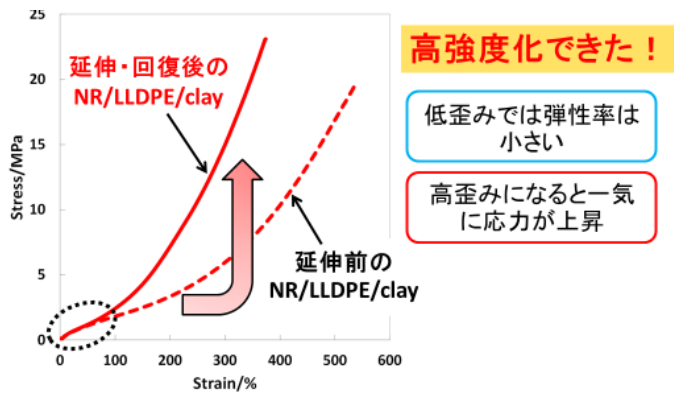

図 3 NR/LLDPE/clay コンポジットの
天然ゴム (NR) /ポリエチレン(LLDPE)ブレンドの NR 相を架橋するとともに NR 相 (海相) と PE 相 (島相) を界面での反応により接着させて、さらに伸張回復させることで高強度のエラストマーになる。このブレンドにクレイを添加した NR/LLDPE/clay コンポジットでは、延伸操作を加えることで図 3 に示すように、応力の立ち上がりより低歪みで始まり、強度が著しく増大することが見出された。